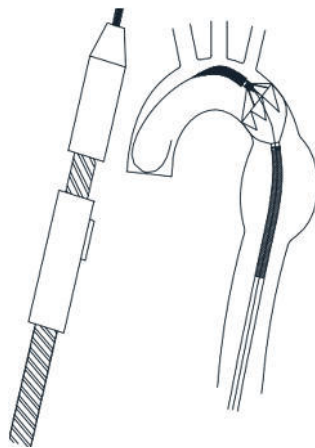

Рис. 7 Медленно развернуть стент-графт
- ♦ Медленно развернуть стент-графт. Удерживать передний захват системы доставки в неподвижном состоянии, затем вращать направляющий захват против часовой стрелки, чтобы медленно развернуть проксимальную часть стент-графта, пока покрытый стент не прилипнет к сосудистой стенке. (**Рис. 7**)